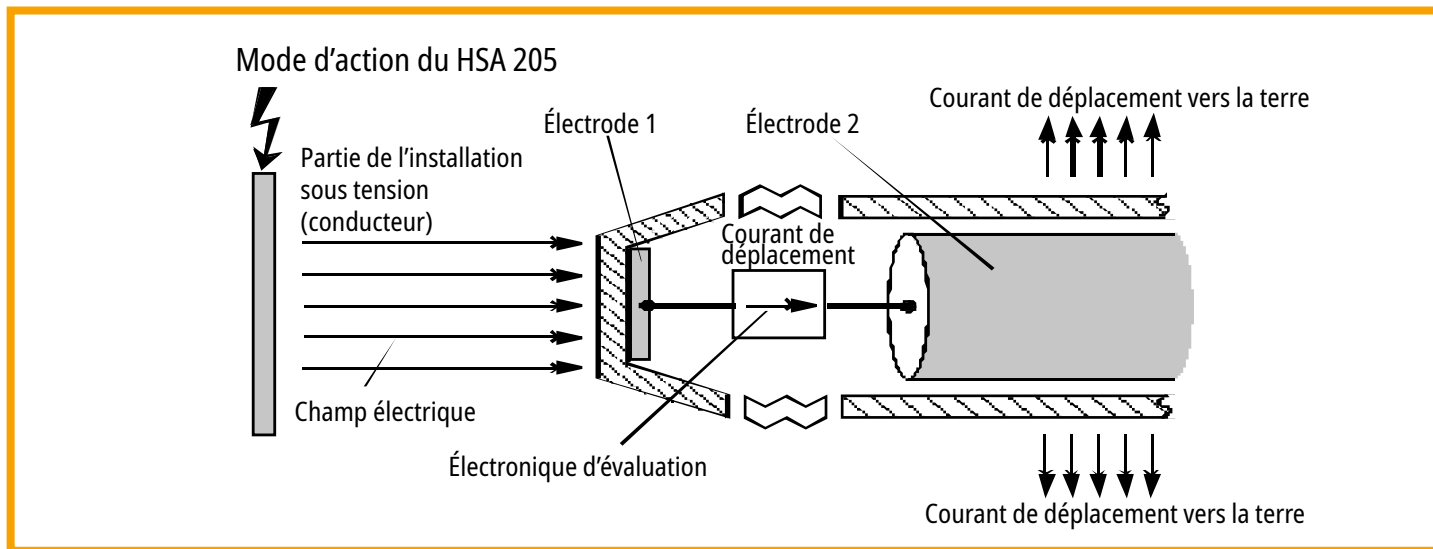

Figure 5 Principe de fonctionnement
Si le détecteur de haute tension HSA 205 est placé dans un tel champ électrique alternatif, un courant d'entrée I_E circule via les électrodes de mesure E_1 (capteur de champ électrique), qui est ensuite traité dans l'électronique en aval (E_2). Si le courant d'entrée I_E dépasse une certaine valeur de consigne, le détecteur de haute tension HSA 205 émet un signal visuel (LED rouge) et sonore (son) intermittent, multiplié par 10 (voir figure 5).
- Desserrer la vis axiale à tête fraisée dans le capuchon (figure 5, page 10) et retirer le capuchon